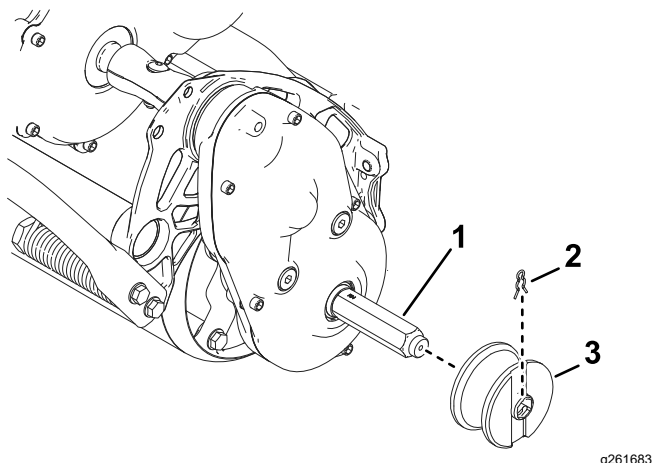

Figura 29
- **Kit guide:** Montate le ruote delle guide sugli alberi esagonali (Figura 29).